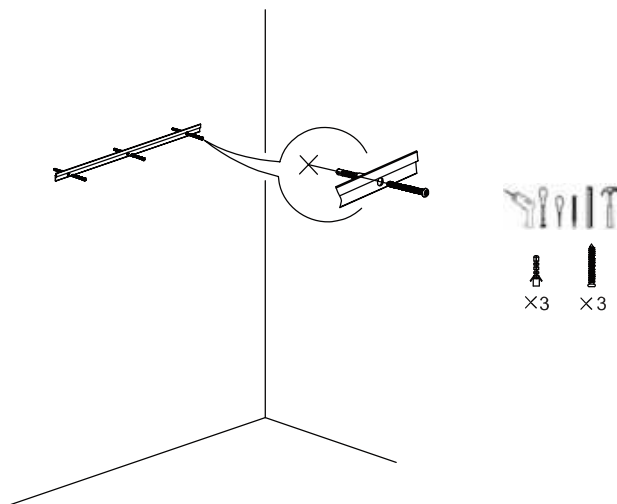

Fig. 2
1.4 Battere i tasselli a espansione nei fori della parete con un martello, quindi stringere le viti con un cacciavite per fissare la barra e calibrare il livello con una livella a bolla (Fig. 2).